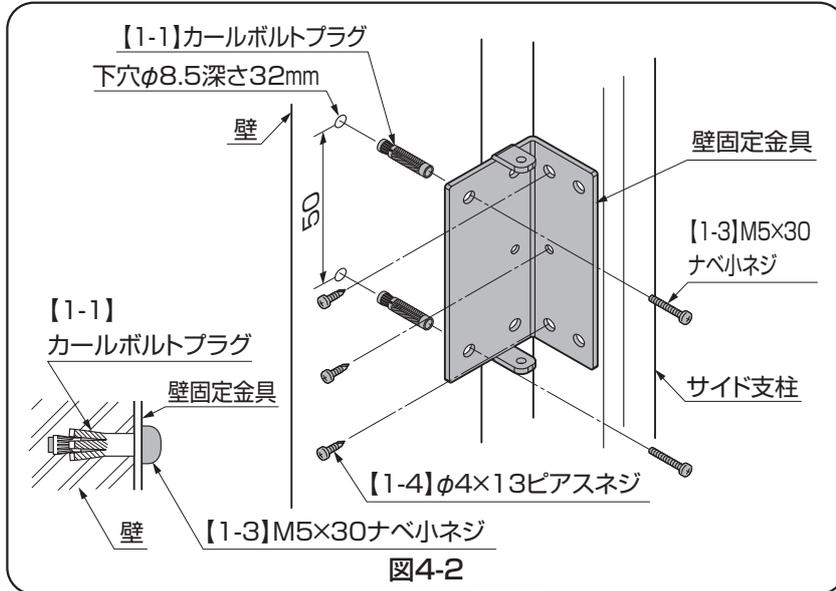
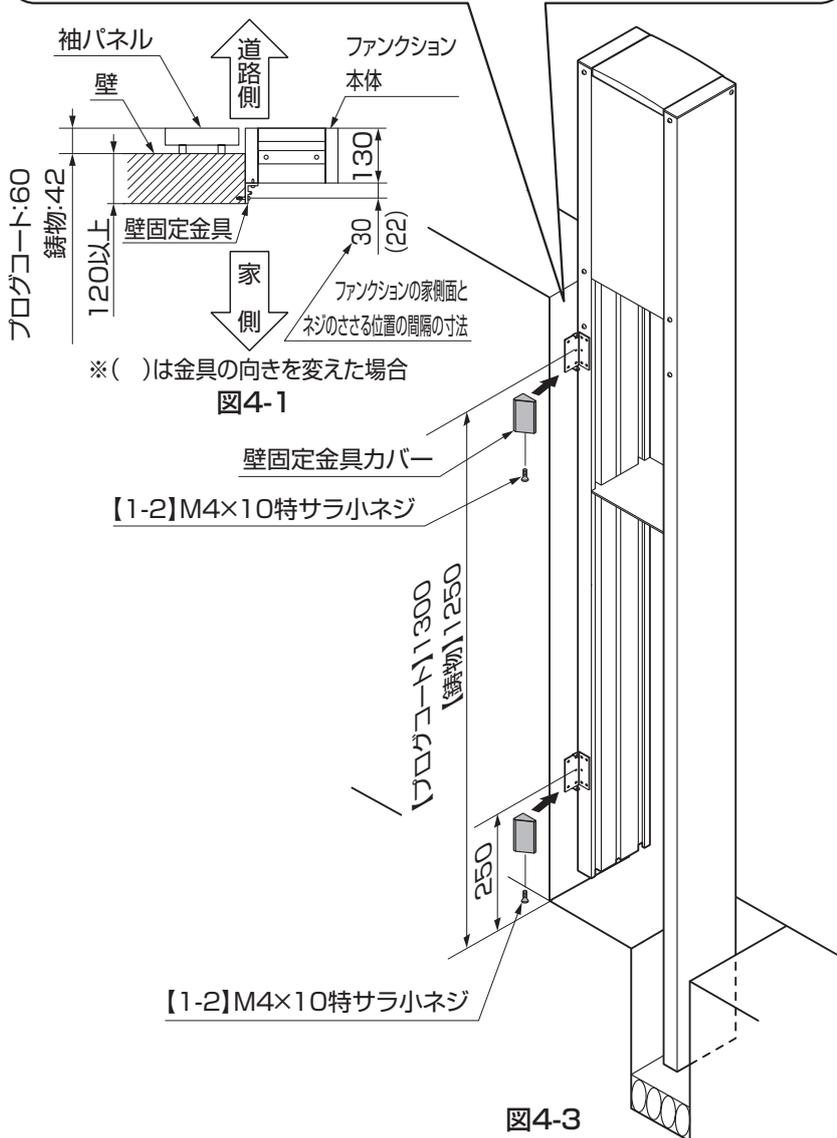

図4-2
図4-3
②壁固定金具の壁側の取付位置「図4-2および図4-3参照」に、 $\phi 8.5$ 、深さ32の下穴を50mmピッチで2ヶ所あけます。同様にもう片方の金具を留める下穴も2ヶ所あけます。